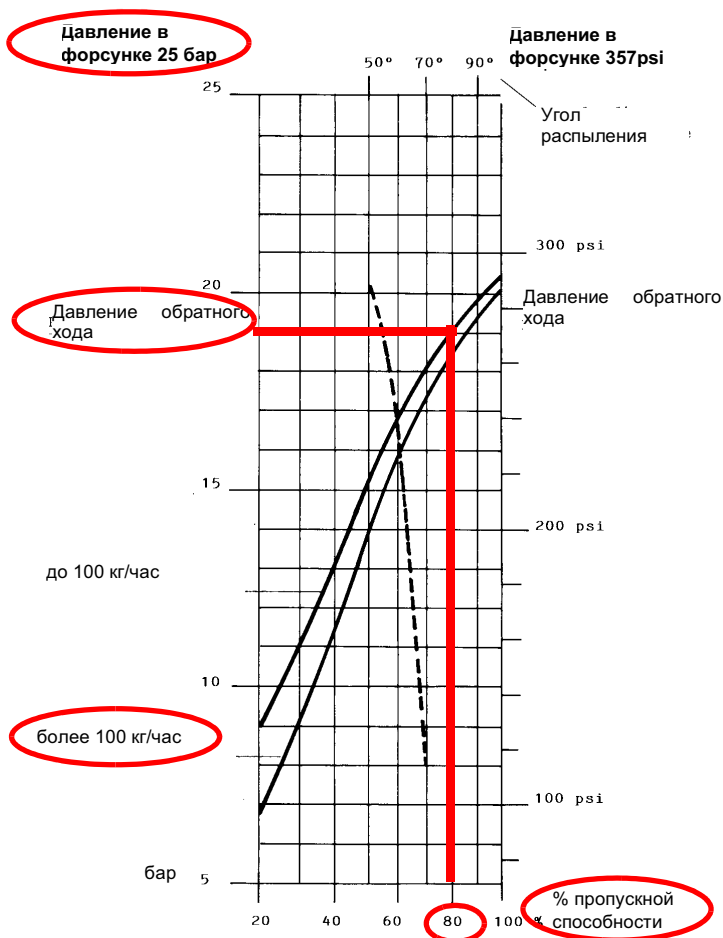
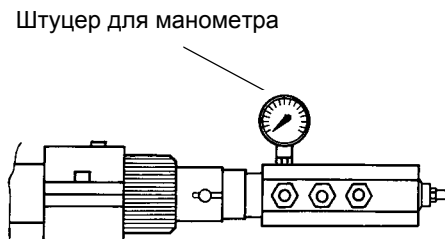

Рис. 24
Рис. 27
Расход дизельного топлива регулируется за счет выбора форсунки (противопоточного типа), соответствующего мощности котла и типу применения размера, а также регулировки давления на прямом и обратном ходе жидкого топлива, согласно данных, указанных в таблице и на графике на Рис. 24 (для считывания давления - читайте последующие параграфы).
Пример : 80% номинального расхода на форсунке можно получить, если установлены форсунки с расходом более 100 кг/час, при давлении на обратном ходе примерно равном 18 бар (см. график на Рис. 24).
случае необходимости, отрегулировать давление питания (см. соответствующий параграф) следующим образом: установить манометр в положение, указанное на Рис. 27, воздействовать на регулировочный винт **VR** насоса (см. Рис. 26) до получения на форсунке давления в 25 бар (форсунки Fluidics или форсунки Vergonzo- см. графики на Рис. 24 -Рис. 25);
- 13 Сместить кулачок IV (малое пламя на мазутном топливе) в сторону минимальной мощности, с тем, чтобы сервопривод начал закрываться, до тех пор, пока два подшипничка не совместятся с регулировочным винтом, относящимся к самой низкой точке: закручивать винт **V2** для увеличения расхода, откручивать - для уменьшения, с целью получения значения давления, как на графике на Рис. 24-Рис. 25, на основании требуемого расхода.